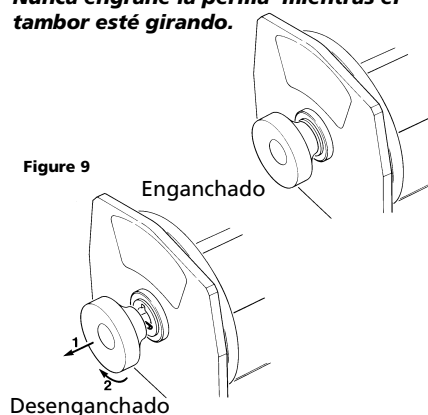

Figure 9
Tire y gire la perilla del embrague a la posición «Desenganchado» como se muestra en la Fig. 9. Si hay una carga en el cable de alambre, es posible que no pueda tirar fácilmente de la perilla del embrague.
NO FUERCE LA PERILLA DEL EMBRAGUE. Suelte la tensión del embrague sacando un poco de cable de alambre. Suelte el embrague y tire del cable de alambre y asegúrelo para anclar la carga. Verifique que queden por lo menos cinco (5) vueltas de cable de alambre en el tambor. Vuelva a engranar el tambor devolviendo la perilla a la posición «Engranado» (Vea la Fig. 9)